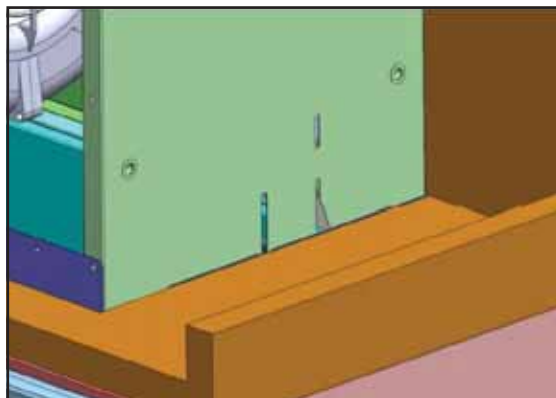

FIG.4
- 3) Des attaches à ressort sont situées des côtés gauche et droit du bâti de la hotte. Ces attaches retiendront temporairement la hotte en place (Fig. 4).